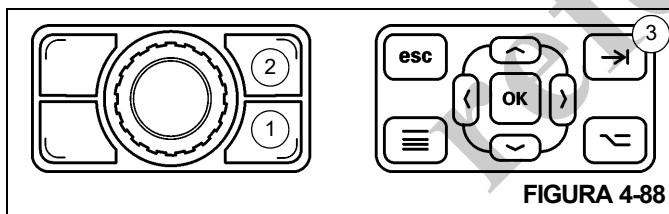

FIGURA 4-88
- Oprima el botón de cambio de pantalla (1, Figura 4-88) en el cuadrante selector para seleccionar el control de pantalla del RDM.
- Presione el botón de tabulación (3, Figura 4-88) en el panel de control de navegación del RDM.